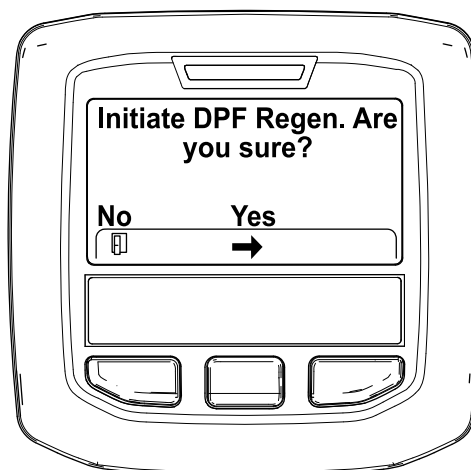

Bild 44
4. Wenn die Meldung „Initiate DPF Regen. Are you sure?“ angezeigt wird, drücken Sie die mittlere Taste (Bild 44).